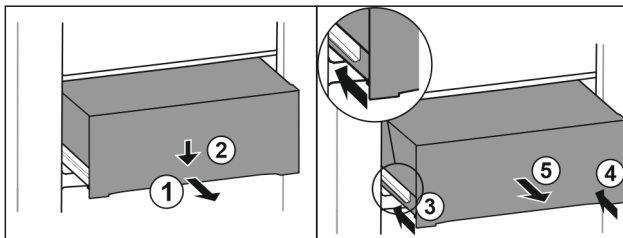

Fig. 70
- ▶ Изтеглете чекмеджето наполовина. Fig. 70 (1)
- ▶ Натиснете надолу чекмеджето от предната страна. Fig. 70 (2)
- ▶ Вкарайте лявата релса приблизително 2 cm навътре. Fig. 70 (3)
- ▶ Вкарайте дясната релса приблизително 2 cm навътре. Fig. 70 (4)
- ▶ Извадете чекмеджето напред. Fig. 70 (5)